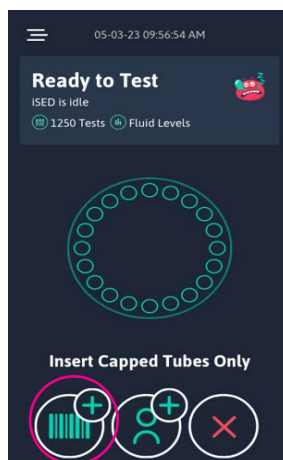

Figura 21
1. Seleccione el icono del código de barras con el signo «+» (Figura 21).